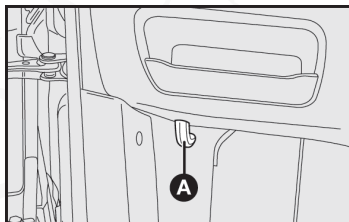

fig. 71
- 1) Tire de la palanca A-fig. 71;